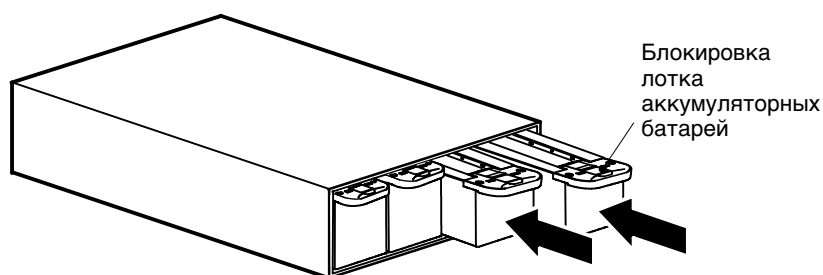

Рисунок 42. Установка лотков с батареями
5. Вставьте лотки с новыми аккумуляторными батареями в корпус ЕВМ (см. рис. 42). Задвигайте каждый лоток до тех пор, пока он не будет зафиксирован в нужном положении.